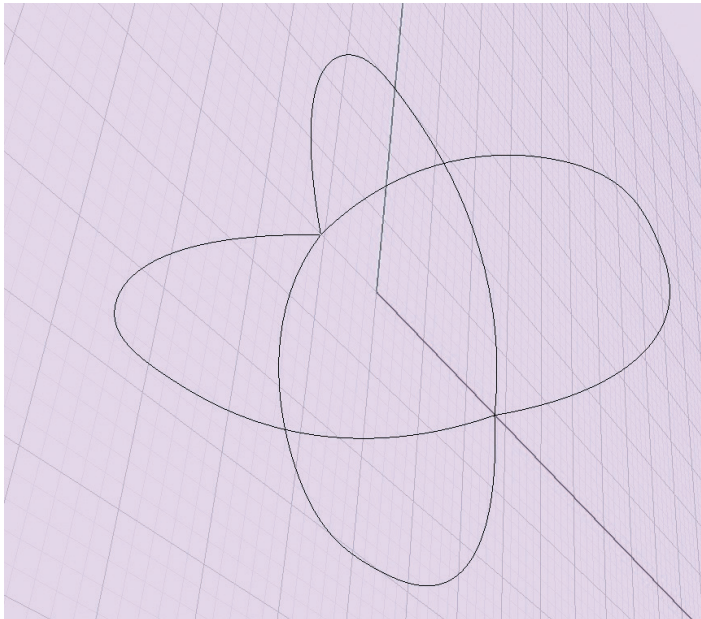

Рис. 51. Профили формы яблока
2. Выделяем кривую. В меню Move выбираем инструмент Polar Array. В командной строке указываем параметры Center of polar array 0, Number of items 4, Angle to fill or first reference point 360. Получаем четыре кривые (рис. 51).